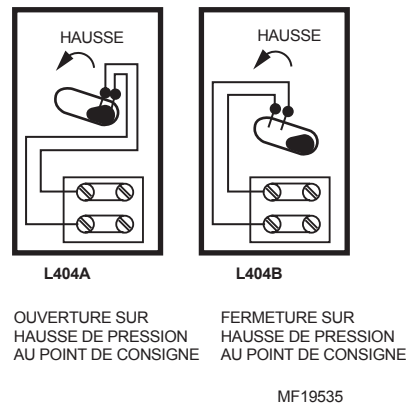

Fig. 3. Borniers et schémas internes du L404.
4. Tous les modèles ont un bornier dans le couvercle (Fig. 3) et un trou de 22 mm (7/8 po) sur un côté pour un conduit ou des câbles de 1/2 po. Enlever le couvercle en dévissant la vis sous l'échelle principale.